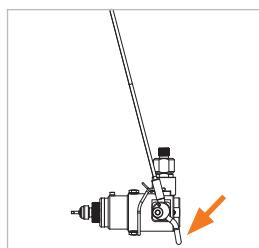

Figure 8
- ▶ Abaisser l'arceau de commande (pos. 6). Le câble d'acier se replie vers le haut et les mâchoires de serrage coïncident (*Figure 8*).